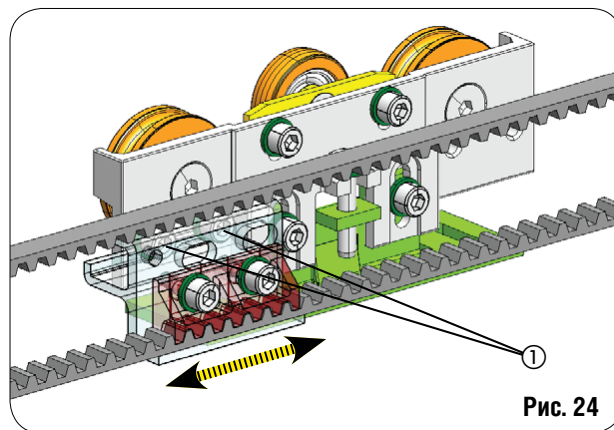

Рис. 24
- Ослабьте 2 винта (рис. 24 об. 1) которые присоединяют узел крепления ремня к каретке привода (на обеих каретках для двустворчатых дверей).